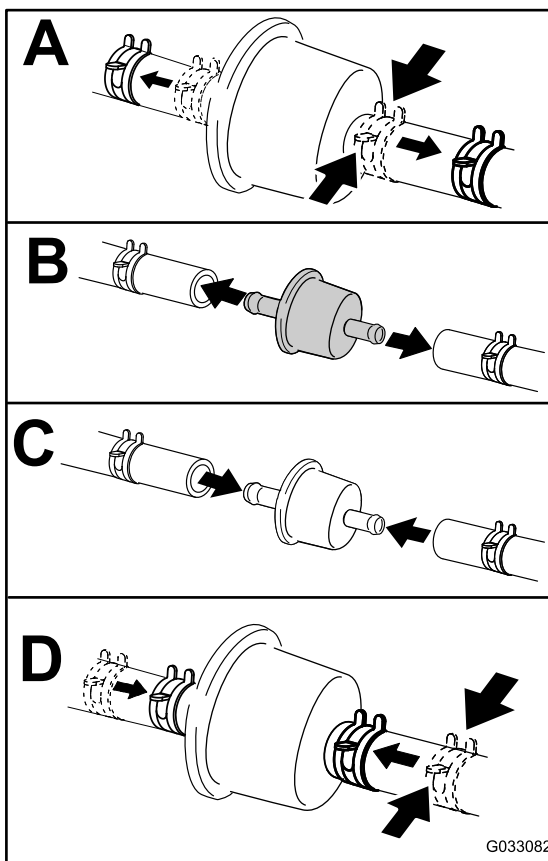

Figura 49
4. Cambie el filtro de combustible según se muestra en Figura 49.